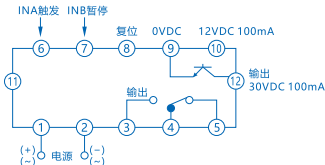
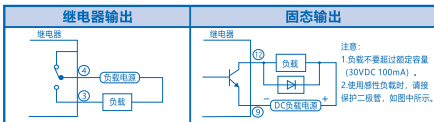

图3 接线图
图5 输出接线图
5.1 接通电源前应检查连线是否正确，产品接线图：见图3~图5。